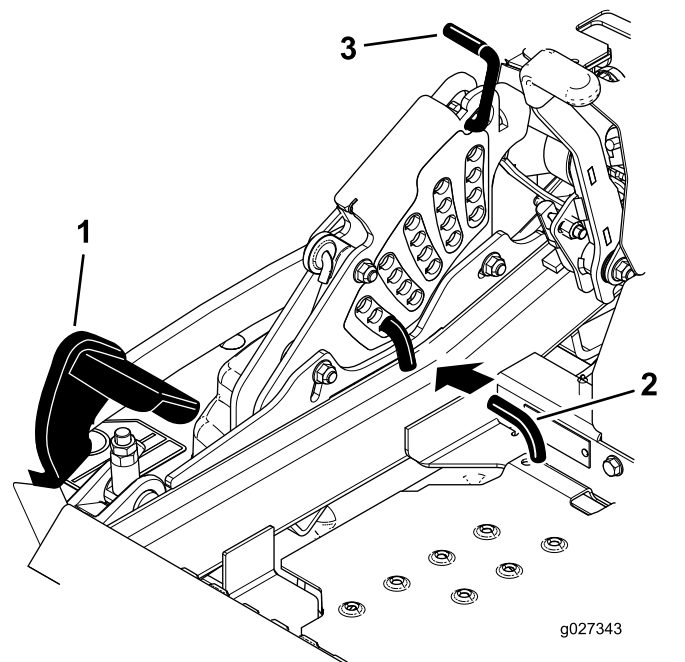

Figura 31
2. Pise el pedal de elevación de la carcasa y eleve la carcasa a la posición de transporte (que es también la posición de altura de corte de 140 mm [5½"]) como se muestra en Figura 31.
3. Para ajustar la altura de corte, gire el pasador 90 grados y retire el pasador del soporte de altura de corte (Figura 31).
4. Seleccione el orificio del soporte de altura de corte que corresponde a la altura de corte deseada, e inserte el pasador (Figura 31).